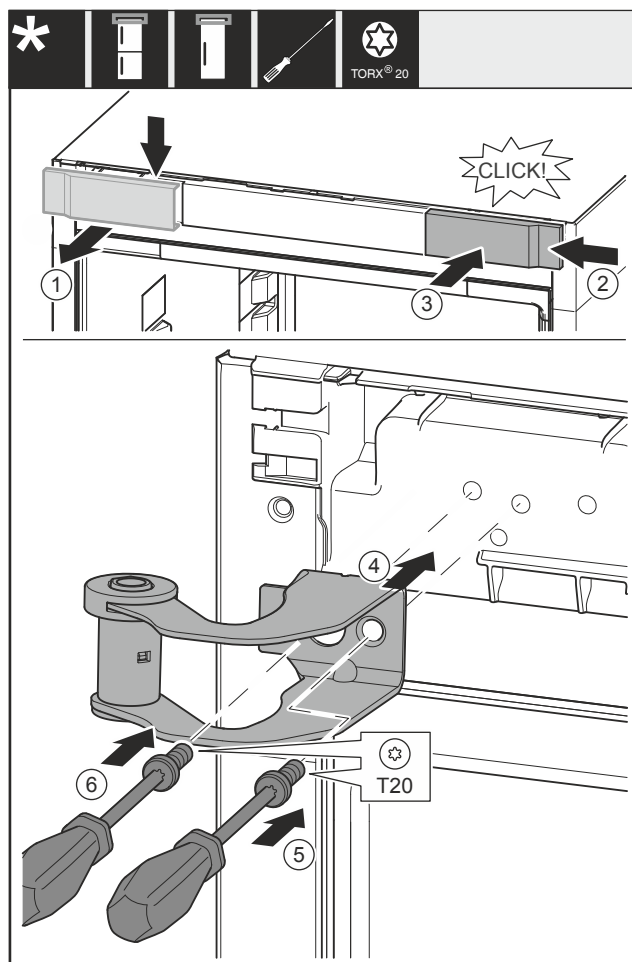

Fig. 36
- Retirer le couvercle Fig. 36 (1) depuis le haut vers l'avant.
- Accrocher le couvercle Fig. 36 (2) tourné de 180° de l'autre côté depuis le côté droit.
- Enclencher le couvercle Fig. 36 (3).
- Poser le support de palier supérieur Fig. 36 (4).
- Visser la vis Fig. 36 (5).
- Visser la vis Fig. 36 (6).